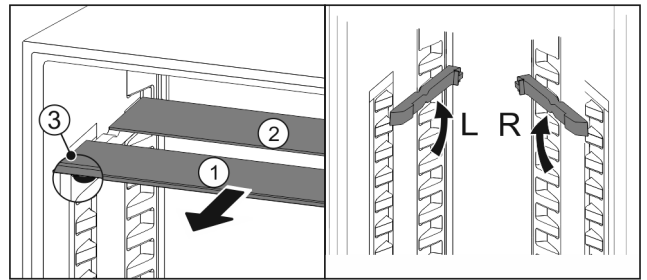

Fig. 105
- estrarre i ripiani di vetro singolarmente tirando in avanti Fig. 105 (1).
- Il piano in vetro Fig. 105 (1) con il motivo ornamentale è nella parte anteriore.
- I fermi Fig. 105 (3) sono rivolti verso il basso.